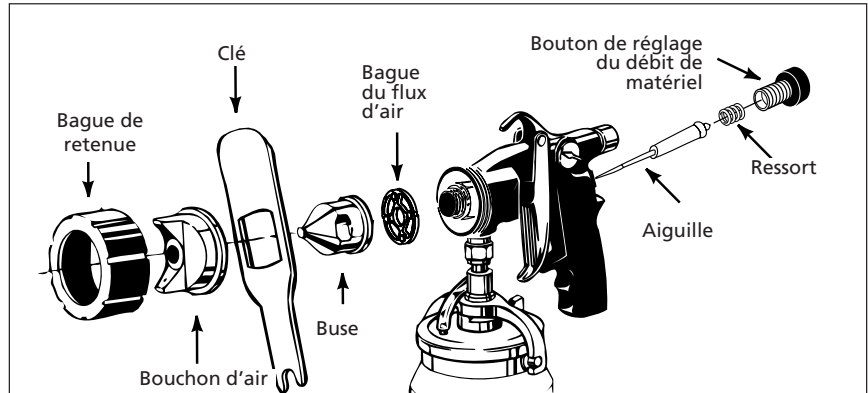

Figure 15 - Préparation pour le nettoyage
2. En utilisant la clé fournie, dévisser et enlever la bague de retenue, buse et bague de flux d'air (Voir Fig. 15).